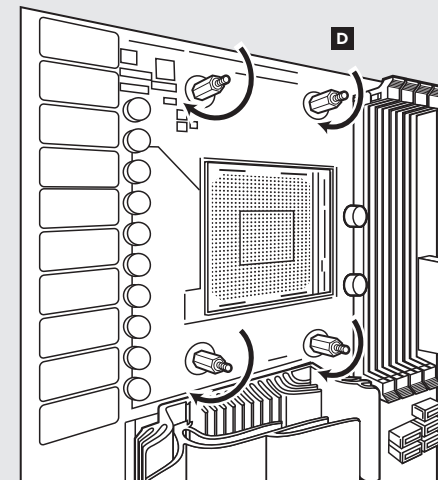

figure 2
- 拧紧全部四个螺丝，直至牢牢地固定。(图2)
- Прикрепите входящую в комплект опору AMD. (Рис. 2)
- Хорошо затяните все четыре винта. (Рис. 2)
- Install the AMD bracket by aligning the metal teeth, pushing in, turning 1/8th turn the opposite direction, and allowing bracket to secure (figure 2).
- Pour installer le support AMD, alignez-le avec les dents en métal, poussez-le, tournez-le d'1/8 de tour dans le sens inverse et vérifiez qu'il est bien immobilisé (figure 2).
- Bringen Sie die AMD-Halterung an, indem Sie die nach innen drückenden Metallzinken ausrichten und dann mit einer Achtdrehung in die entgegengesetzte Richtung drehen, bis die Halterung sicher sitzt (abbildung 2).
- 安装AMD支架时，对齐金属齿，推入支架，反方向旋转1/8圈，使支架固定(图2)。